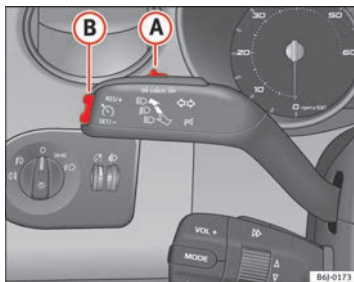

Fig. 120 Levier des cli-gnotants et des feux de route : commande et touche basculante pour régulateur de vitesse
- Déplacez la commande ⇒ fig. 120 **A** vers la gauche pour la mettre sur **ON**.